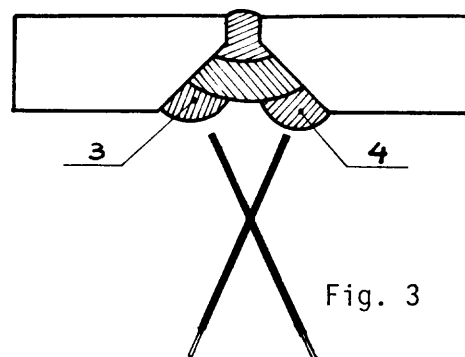

Fig. 3
- 1) Varíe la inclinación del electrodo en los cordones 3 y 4 (fig.3).